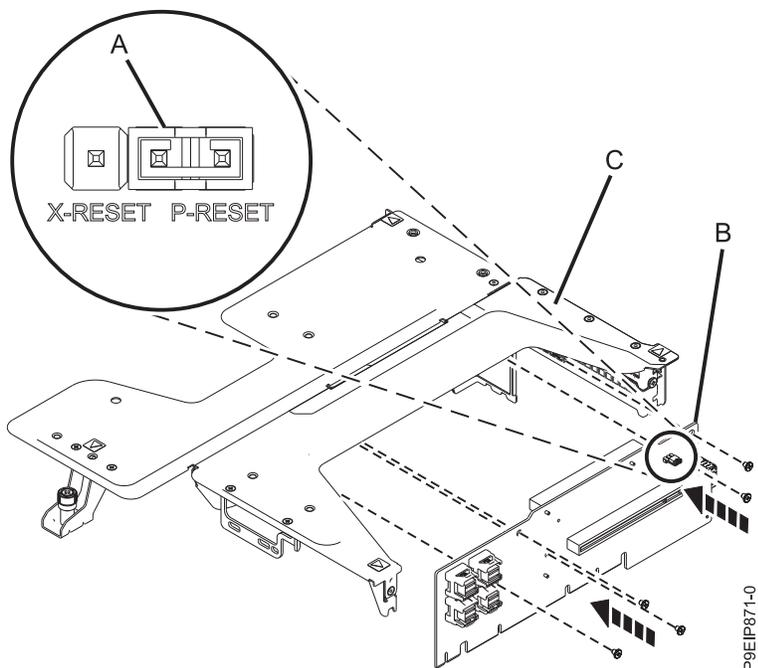

図 53. 位置 1 のアダプターの再取り付け
- a. 位置 1 のライザー・カードを再取り付けする必要がある場合、ライザー・カードをライザー・サポートに再取り付けします。(A) のジャンパーがピン 1 と 2 (P リセット) に設定されていることを確認します (図 53 を参照)。5 本のねじを再取り付けして、ライザー・カード (B) をライザー・サポート (C) に固定します。